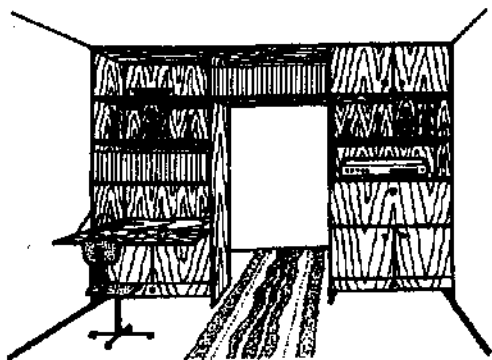

Рис. 185. Перегородка из книжных полок
***Перегородка из книжных полок.*** Перегородку можно изготовить из книжных полок. Такая перегородка бывает одно- или двухблочной (рис. 185), невысокой или высотой до потолка. Для устойчивости перегородка фиксируется к стенам в верхней зоне или к потолку, полки между собой жестко соединяются металлическими деталями.
Чтобы было удобнее производить уборку, внизу полок устраивают углубление (рис. 185) или плинтус.